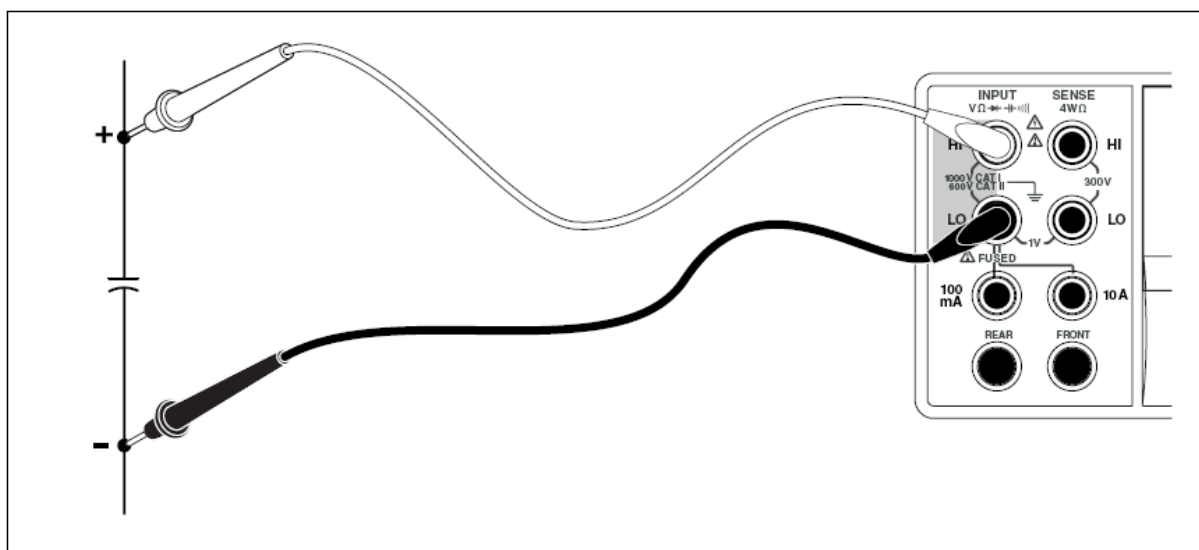

Figura 4-6. Măsurarea capacității
2. Conectați cablurile de testare așa cum este indicat în figura 4-6.